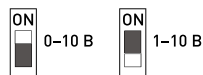

Рисунок 4. Установка режима 0–10 В или 1–10 В
- 3.5. С помощью DIP-переключателей на корпусе установите режим работы 0–10 В или 1–10 В (рисунок 4).